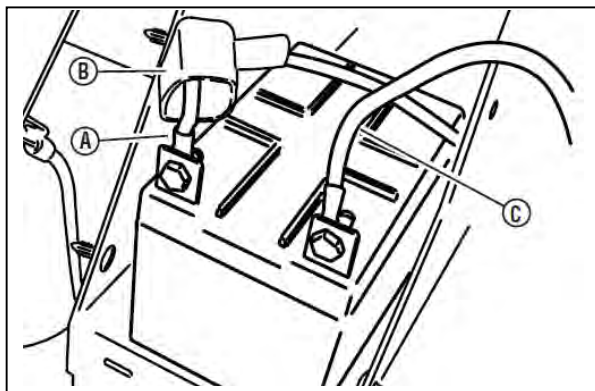

図 1-17
- C. (+)側ケーブル(図1-17のA)を先ず接続し、ロックナットを締めてカバー(B)を被せます。次に(-)側ケーブルを接続してロックナットを締めます。